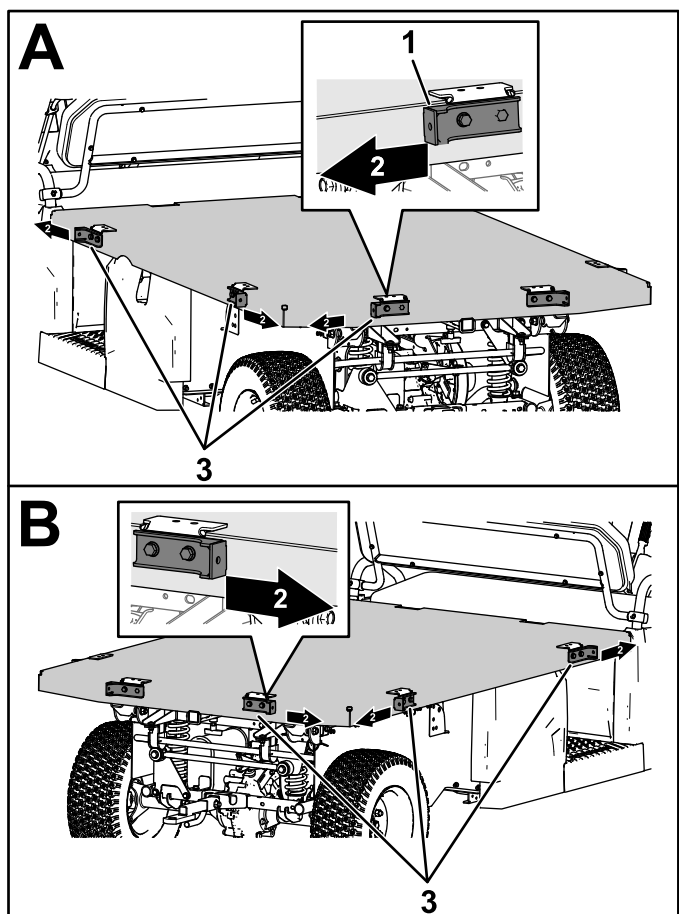

図 2
2. 荷台ブラケットの短いフランジを、延長荷台のコーナーに向ける 図 2。
3. 側面と後部の他のステーキポケット5個についてもこの作業を行う 図 2。